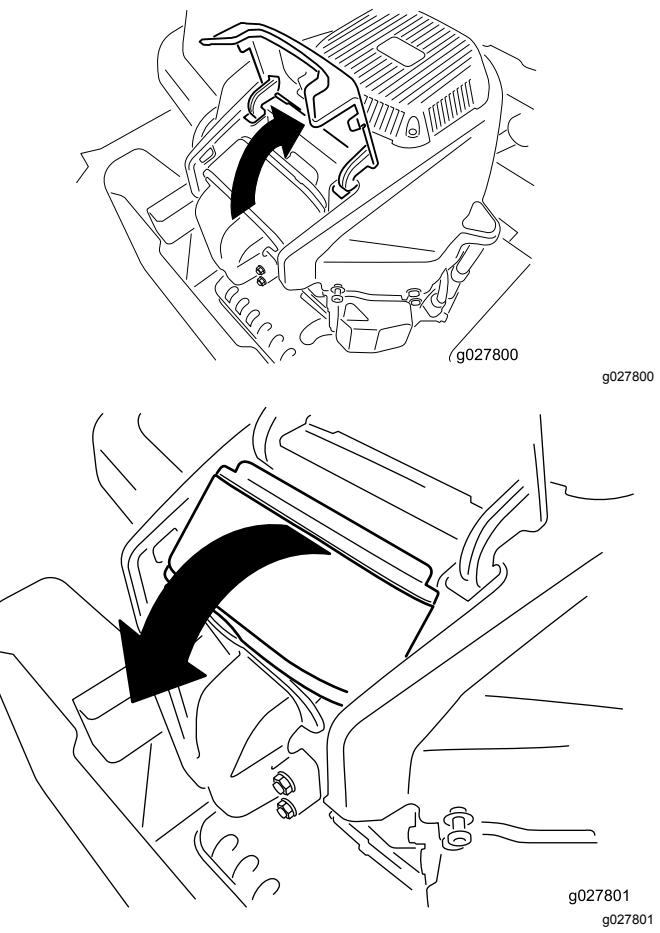

Bild 40
4. Heben Sie die Abdeckung an und drehen den Luftfilter aus dem Motor (Bild 40).